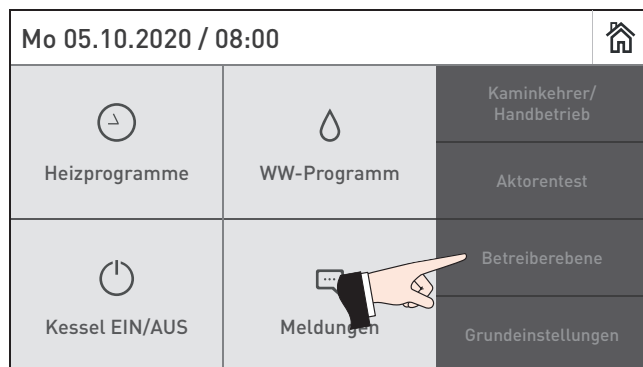
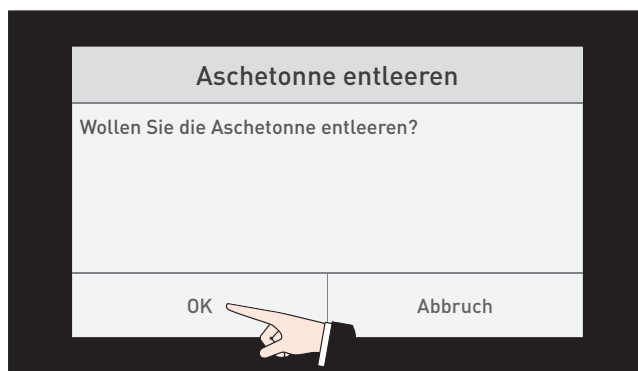

Fig. 54
Fig. 56
- Am InfoWIN Touch in der Betreiberebene die Funktion „Aschetonne entleeren“ aktivieren – Fig. 54 bis Fig. 56.